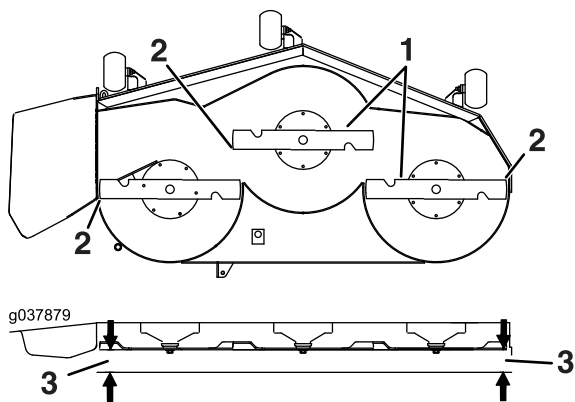

Figura 84
6. Mida entre la punta de la cuchilla y la superficie plana (Figura 84). Si hay una diferencia de más de 5 mm entre ambas dimensiones, ajuste la nivelación, y siga con este procedimiento.
14. Gire cuidadosamente las cuchillas colocándolas perpendicularmente al sentido de avance de la máquina (Figura 84).